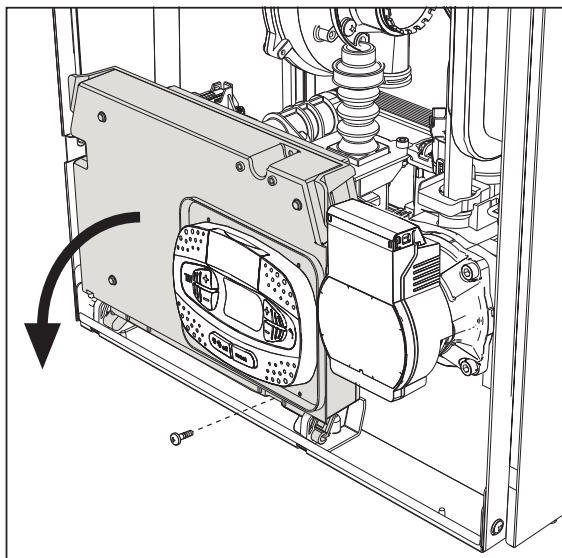
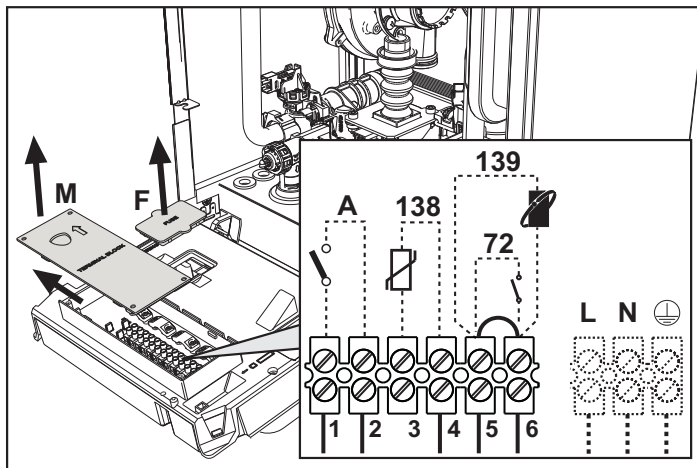

fig. 19
fig. 20
Dopo aver tolto il pannello frontale (sez. "Apertura del pannello frontale" a pag. 32) è possibile accedere alla morsettiera (M) e al fusibile (F) seguendo le indicazioni descritte di seguito (fig. 19 e fig. 20). **I morsetti indicati nella fig. 20 devono essere a contatti puliti (non 230V).** La disposizione dei morsetti per i diversi allacciamenti è riportata anche nello schema elettrico alla fig. 63.
Configurazione Interruttore ON/OFF (A fig. 20)